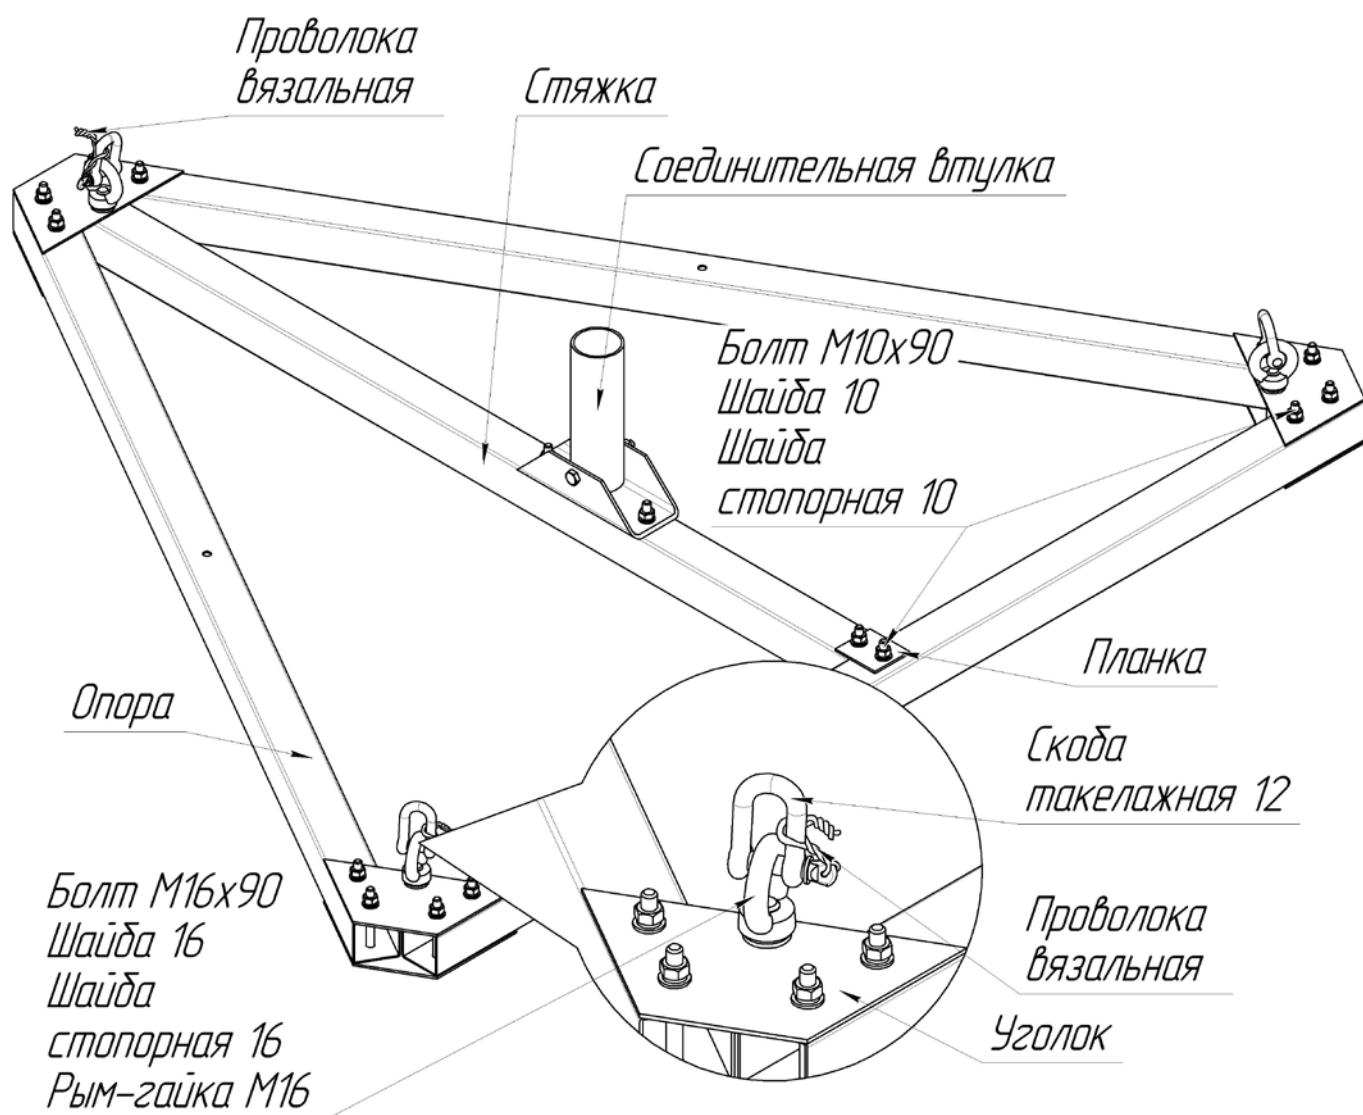

Рисунок 4 – Конструкция основания
3.2 Основание представляет собой стальную раму в виде треугольника со сторонами 1600х1600х1600 мм. Основание собирается из трех опор и стяжки, соединяемых уголками и планками с двух сторон основания. Уголки и планки крепятся болтами М10х90, шайбами и гайками (рисунок 4). Подпятник крепится к стяжке основания с помощью болтов М10х90, шайб и гаек. Для крепления пояса с оттяжками к уголкам дополнительно крепятся рым-гайки М16 с помощью болтов М16х90. В ухо рым-гайки М16 устанавливают скобу такелажную. На скобу такелажную устанавливают винтовой карабин для крепления талрепа оттяжки. Ось скобы такелажной стопорят проволокой вязальной (рисунок 4).
6.1.2 Собрать основание (рисунок 4). Опоры и стяжку соединить уголками и планками при помощи болтов М10х90, шайб и гаек.